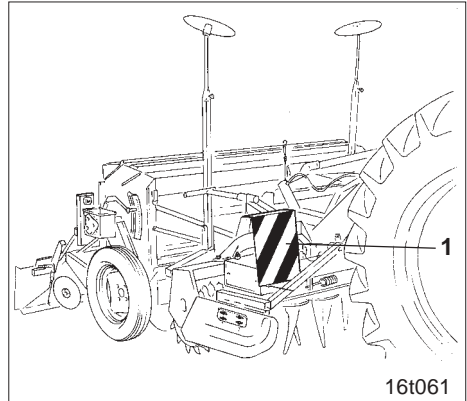
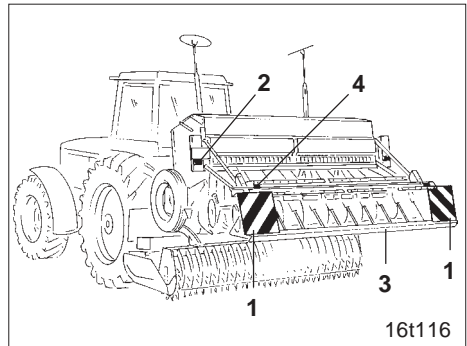

Fig. 18.1
Fig. 18.2
- Angehängte Maschinen vorne (Fig. 18.1/1) und hinten (Fig. 18.2/1) mit
- Wird die Bodenbearbeitungsmaschine in Kombination mit einer Sämaschine transportiert, ist die gesetzlich zugelassene Aufsteck-Beleuchtung auf die Leuchtenträger der Sämaschine aufzustecken, und zwar oben für die Beleuchtung in Fahrtrichtung und unten für die Beleuchtung nach hinten! Gezeigt ist die fest montierte Beleuchtung (Fig. 18.2/2), die auch auf dem Feld nicht abgenommen wird. Zu dieser Beleuchtung gehören auch zwei Rückleuchten (Fig. 18.2/4) und zwei Rückstrahler, die am Exaktstriegel zu montieren sind.
- Die nach hinten ragenden Zinken des Exaktstriegels müssen mit der Verkehrssicherungsleiste (Fig. 18.2/3) abgedeckt werden (Sonderausrüstung)!